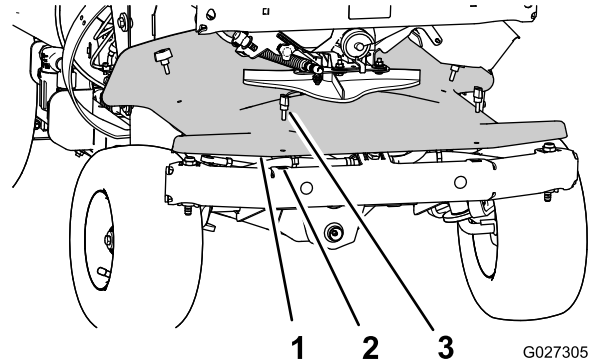

Figura 79
A. Retire los cuatro tornillos de orejeta que sujetan la tapa delantera (debajo del impulsor) al chasis, y retire la tapa (Figura 79).